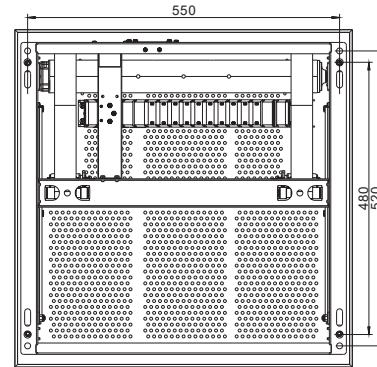
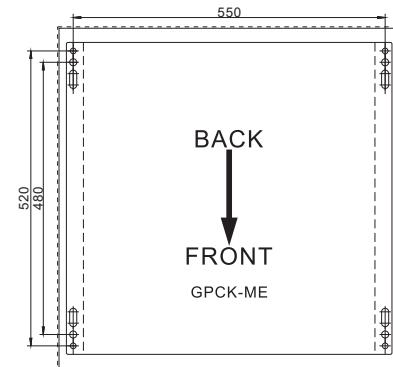

图5 安装孔距离
图6 天花打孔定位卡纸
3. 升降架的安装孔距离见图5，将附件的天花打孔定位卡纸（图6）贴到混凝土天花板上，按照定位卡纸上面的孔位在天花板打孔，安装四颗M8x80膨胀螺丝(非附件)，把膨胀螺丝固定好（拧紧膨胀螺丝本身所配的螺母），并确认已经安装牢固；